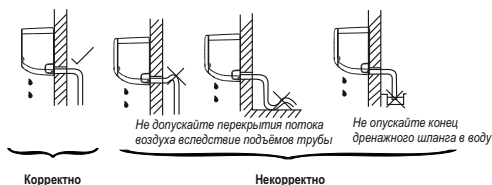

Рис.6
1. Прокладывайте дренажный шланг, как показано на Рис. 6. Прокладывайте дренажный шланг с наклоном вниз.